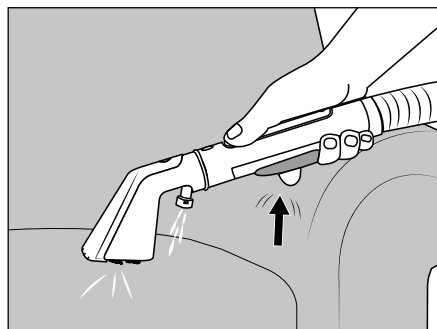

Fig. 6
- ◆ Relevez les poignées de transport ⑩ et transportez l'appareil là où vous en avez besoin.
- ◆ Retirez le flexible de pulvérisation/aspiration ⑪ hors des supports de flexible ⑮/⑯.
- ◆ Glissez le support de flexible ⑮ dans l'appareil.
- ◆ Tenez fermement le flexible de pulvérisation/aspiration ⑪ par la partie poignée.
- ◆ Appuyez sur la touche Marche/Arrêt  ⑨ pour allumer l'appareil.
- ◆ Tenez l'embout meubles ㉒ 2 à 3 cm au-dessus de la zone à nettoyer et actionnez la touche de pulvérisation ㉔ pour appliquer l'eau/la solution nettoyante avec l'embout pulvérisateur ㉖ (voir fig. 6).